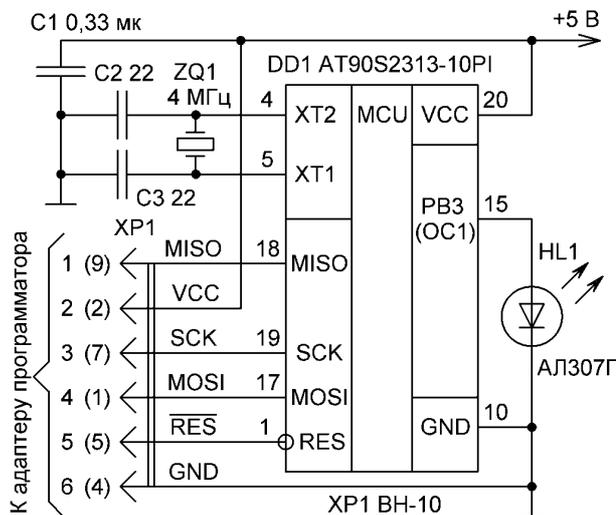
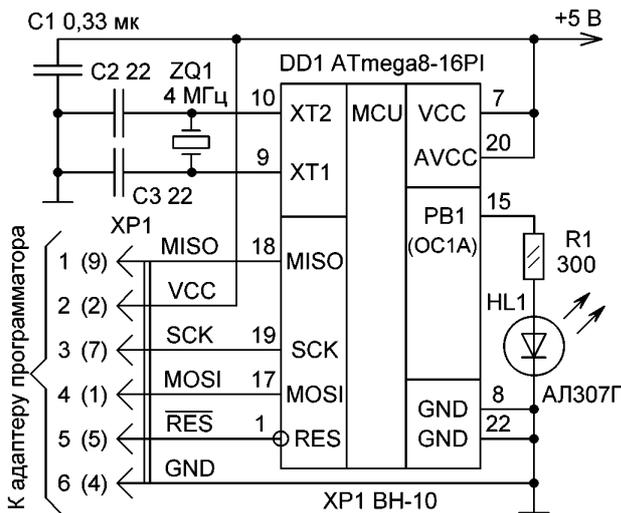

рис.4
рис.8
В DATASHEET приведена типовая схема включения микросхемы и указаны номера выводов MISO, MOSI, SCK, RES, необходимые для подключения адаптера программатора. Теперь нетрудно составить схему "быстрого старта" (рис.4). Тактирование МК осуществляют кварцевый резонатор ZQ1 и два конденсатора C2, C3. Керамический конденсатор C1 должен располагаться в непосредственной близости от выводов питания VCC, GND. Микросхему DD1 устанавливают в 20-выводную панель. Разброс частоты ZQ1 – 3...5 МГц.
3. Подключить адаптер программатора с одной стороны к LPT- или COM-порту компьютера, а с другой стороны – к разъему XP1 макетной платы (рис.4). Подать на МК DD1 питание 5 В.
Теперь более сложная задача: поменять тип МК с AT90S2313 на ATmega8. В начале следует идентифицировать вывод под названием OC1A согласно DATASHEET [http://www.atmel.com/dyn/resources/prod\\_documents/doc2486.pdf](http://www.atmel.com/dyn/resources/prod_documents/doc2486.pdf), 2,4 Мб. Составляется схема включения МК (рис.8). Микросхема DD1 устанавливается в 28-выводную панель, остальные элементы используются из схемы рис.4. Резистор R1 ограничивает ток через светодиод HL1, поскольку выходной порт у ATmega8 в несколько раз мощнее, чем у AT90S2313.